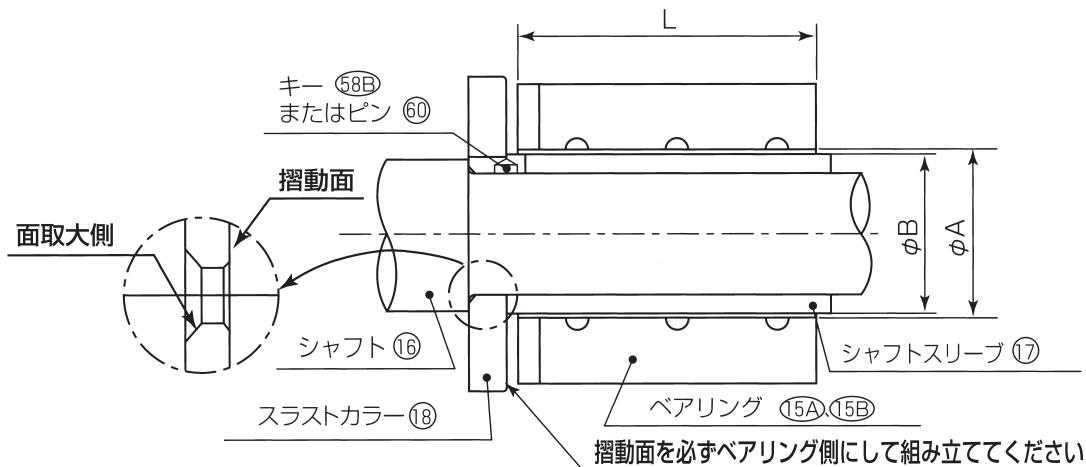

図10
- (4) 補助配管系の液も同様に排出します。
- (5) 循環パイプ(34)(F&FA形) または熱交換器ASSY(35)(B形) を取り外します。
- (6) 配管の荷重がポンプにかかっていますので、ケーシング(01)の下に適当な枕を敷いてください。
- (7) ケーシング(01)を締め付けているボルト(46B)または(46C)を取り外します。その時排出しきれなかった液が出てきますので注意してください。
- (8) ホルダ(41)とベース(40)を締め付けているボルト(46D)を取り外します。ベース(40)上をスライドさせ、ポンプ本体をケーシング(01)から引き離しガスケット(66A)を取り外します。
- (9) 図10に示す要領でg寸法を測定し、記録します。
- (10) インペラ(02)を締め付けているボルト(46A)をロックしているロックワッシャ(57A)のつめを伸ばし、ボルト(46A)を外してインペラ(02)を抜き取ります。この時、小物部品を紛失しないよう大切に保管してください。特に調整座(56)は、そっくり束ねて保管してください。
- (11) FおよびR形はボルト(46B)を外してFBハウジング(32)を取り外します。その際にFBハウジング(32)のジャッキ穴を使ってゆっくりと抜き始めると、インローが外れモータ室内の残液が出てきますので、充分注意して作業してください。
- (1) シャフトスリーブ(17)の回り止めのキー(58B)またはピン(60)を図10に示す位置に装着します。この時シャフトスリーブ(17)の噛み合い部に正しく噛み合っているか確認してください。